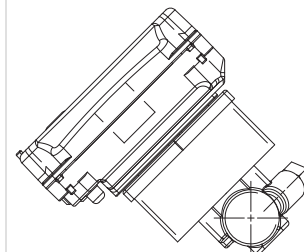

Fig. 8 Caudalímetro ultrasónico
2. Coloque el calculador en la ranura de montaje del caudalímetro ultrasónico (Fig. 8)